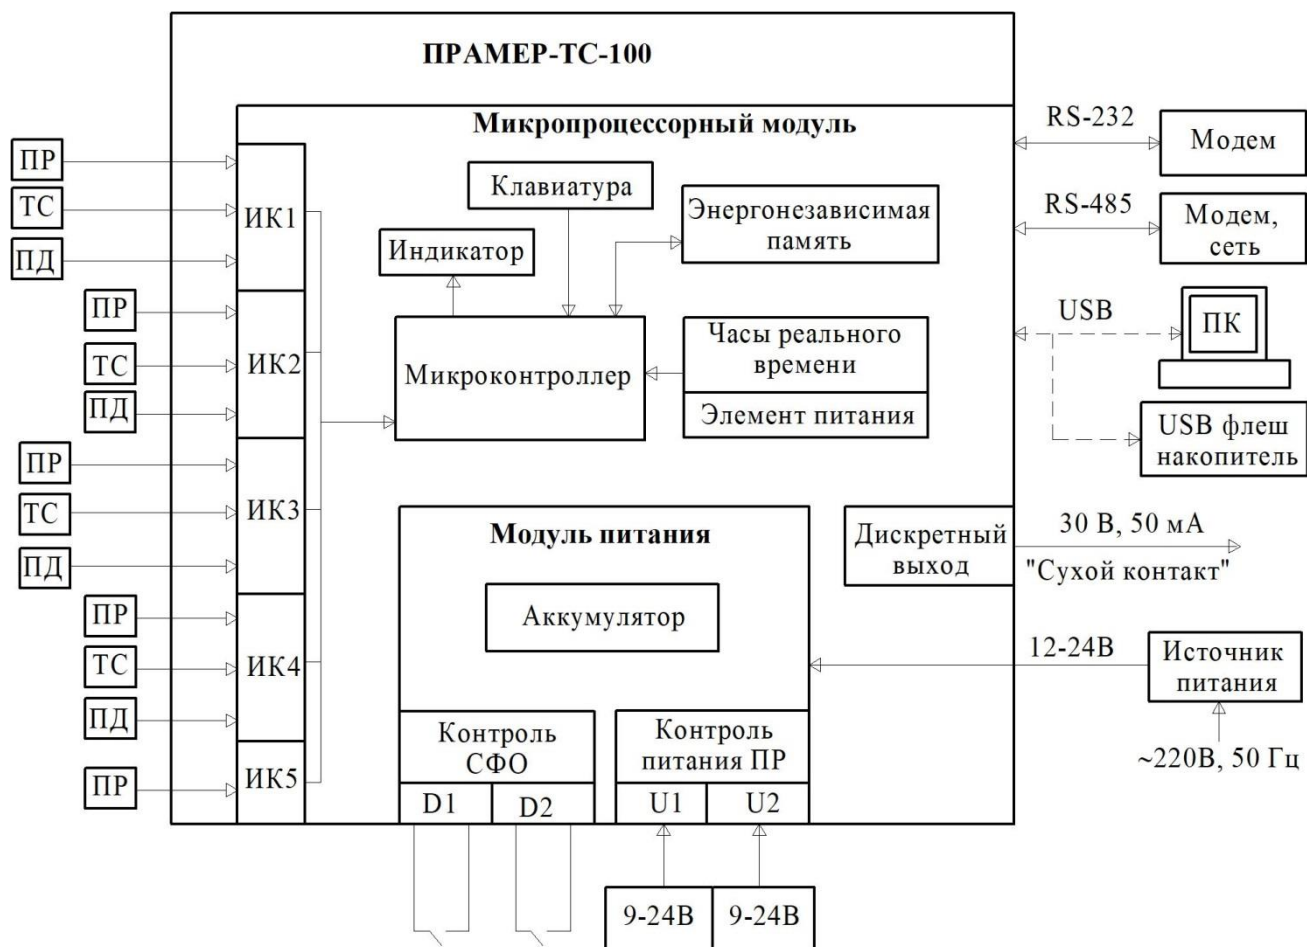

Рисунок 3 – Структурная схема вычислителя
2.3.5 Четыре измерительных канала (ИК1-ИК4) допускают подключение к каждому из них трёх первичных преобразователей: расхода, температуры и давления. К пятому каналу (ИК5) возможно подключение только преобразователя расхода (Рисунок 3).